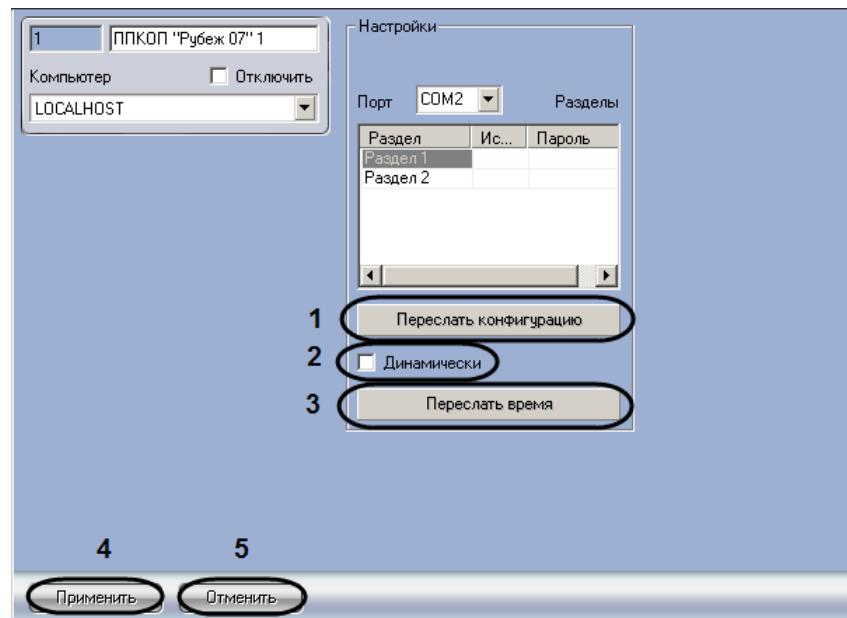

Рис. 3.7-1 Запись конфигурации в прибор Рубеж-07
1. Перейти на панель настроек объекта **ППКОП “Рубеж 07”** (Рис. 3.7-1).
2. Для записи конфигурации в прибор Рубеж-07 необходимо нажать кнопку **Переслать конфигурацию** (см. Рис. 3.7-1, 1).
3. Установить флажок **Динамически**, если необходимо, чтобы изменения в конфигурации автоматически записывались в прибор Рубеж-07 (см. Рис. 3.7-1, 2).
4. Для синхронизации времени прибора Рубеж-07 и Сервера необходимо нажать кнопку **Переслать время** (см. Рис. 3.7-1, 3).
5. Для сохранения изменений нажать кнопку **Применить** (см. Рис. 3.7-1, 4).
*Примечание. Для отмены внесенных изменений необходимо нажать кнопку **Отмена** (см. Рис. 3.7-1, 5).*